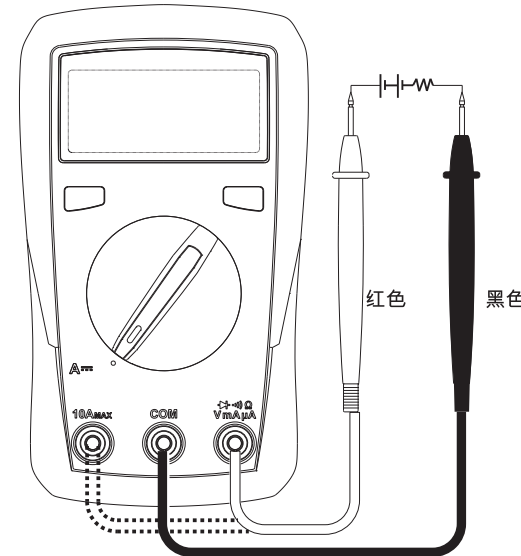

图3
6. 直流电流量测量(见图3)
7. 交流电流量测量(仅适用UT33A+, 见图3)